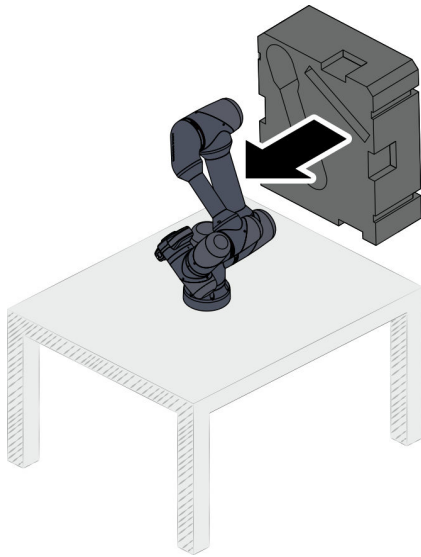

Abb. 95 Verpackungsteil 3 einsetzen
05. Verpackungsteil 3 auf den Roboter setzen Abb. 95 und das eingerollte Roboterkabel in der Aussparung der Schaumstoffverpackung verstauen.